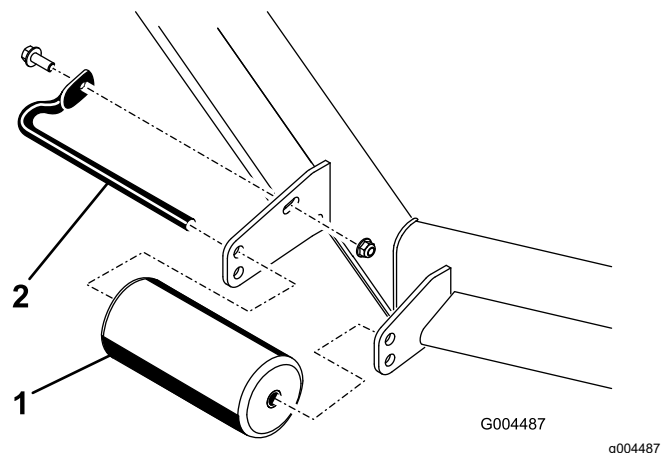
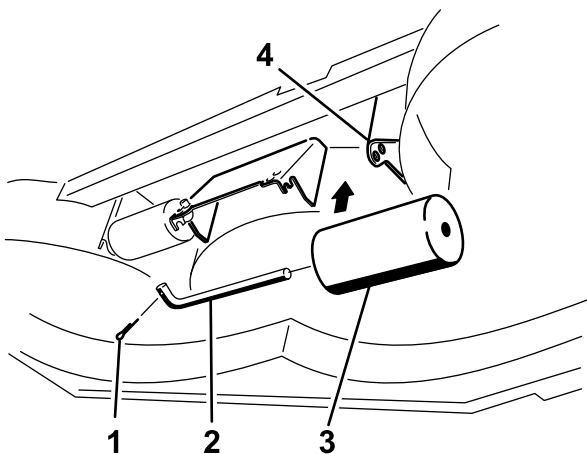

Figura 12
Figura 16
4. Retire los cierres que fijan cada rodillo a la unidad de corte y mueva los rodillos hacia arriba o hacia abajo según sea necesario; consulte Figura 12 a Figura 16 según corresponda para su unidad de corte.